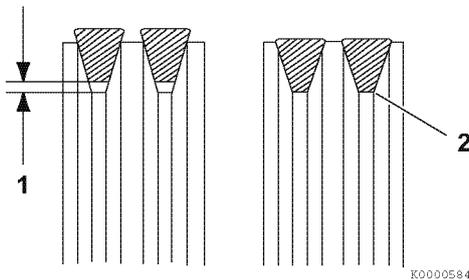

Figure 5-4
3. Tendez la courroie trapézoïdale à la tension adéquate. Il doit y avoir du jeu (1, Figure 5-4) entre la courroie trapézoïdale et le fond de la rainure de la poulie. S'il n'y a pas de jeu (2, Figure 5-4) entre la courroie trapézoïdale et le fond de la rainure de la poulie, remplacez la courroie trapézoïdale.